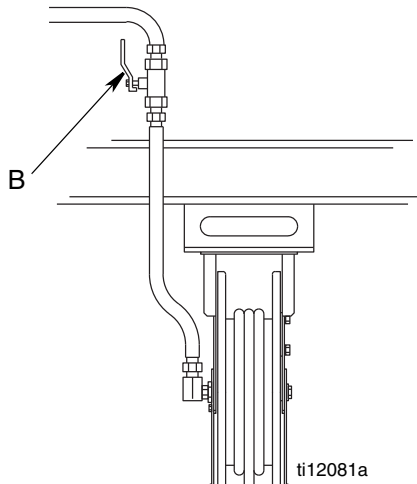

FIG. 3
1. Cierre la válvula de bloqueo (B, FIG. 3) en cada surtidor.